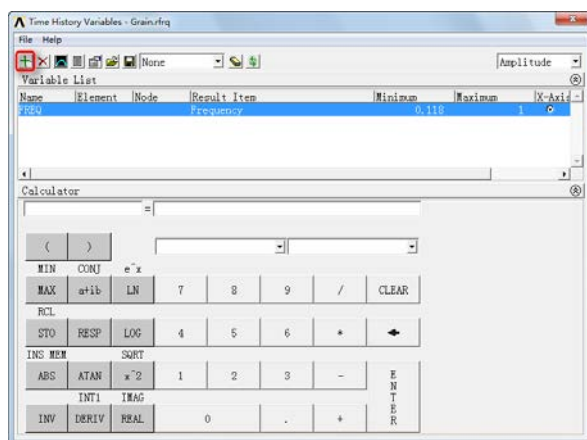
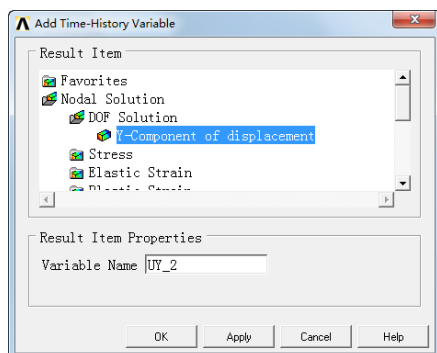

图 14-37 “Time History Variables”对话框 (1)
图 14-38 “Add Time-History Variables”对话框
⑦ 谐响应分析求解：Main Menu > Solution > Solve > Current LS，弹出 “/STATUS Command” 信息提示栏和 “Solve Current Load Step” 对话框。浏览信息提示栏中的信息，如果无误则单击 File > Close 关闭之。单击 “Solve Current Load Step” 对话框的 “OK” 按钮，开始求解。求解完毕后会弹出 “Solution is done” 的提示框，单击 “Close” 按钮关闭即可。
⑧ 退出求解器：Main Menu > Finish。
④ 观察结果（后处理）。
① 进入时间历程后处理：Main Menu > TimeHist PostPro，弹出如图 14-37 所示的 “Time History Variables” 对话框，里面已有默认变量频率（FREQ）。
② 定义位移变量 UY1：在图 14-37 所示的对话框中单击左上角的 + 按钮，弹出 “Add Time-History Variables” 对话框，连续单击 Nodal Solution > DOF Solution > Y-Component
of displacement, 如图 14-38 所示, 在“Variable Name”后面输入“UY_1”, 单击“OK”按钮。
④定义位移变量 UY1: 在图 14-37 所示的对话框中单击左上角的 + 按钮, 弹出“Add Time-History Variables”对话框, 连续单击 Nodal Solution > DOF Solution > Y-Component of displacement, 如图 14-38 所示, 在“Variable Name”文本框中输入“UY_2”, 单击“OK”按钮。